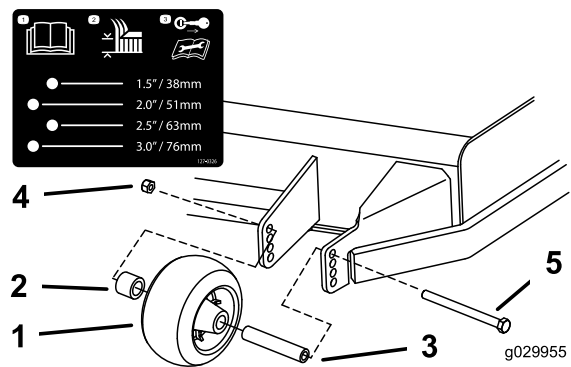
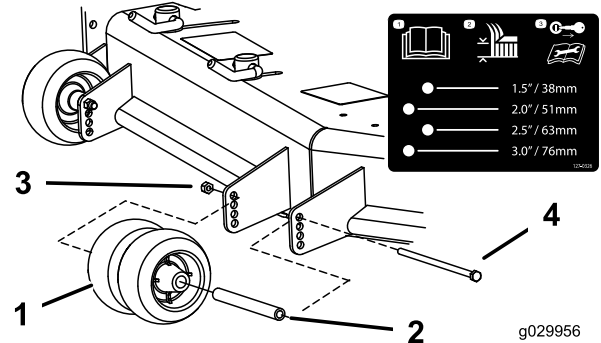
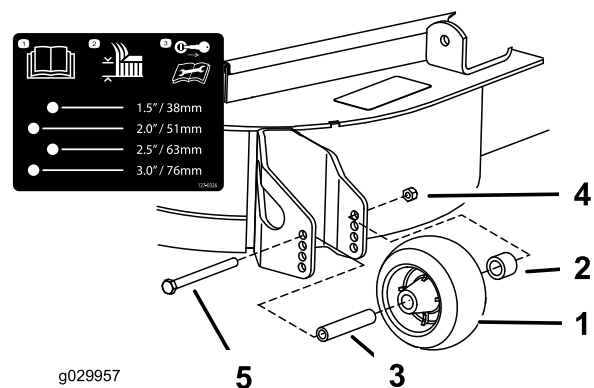

Figura 30
Figura 31
Figura 32
- Remova os rolos antidanos como se mostra na Figura 30, Figura 31 e na Figura 32.